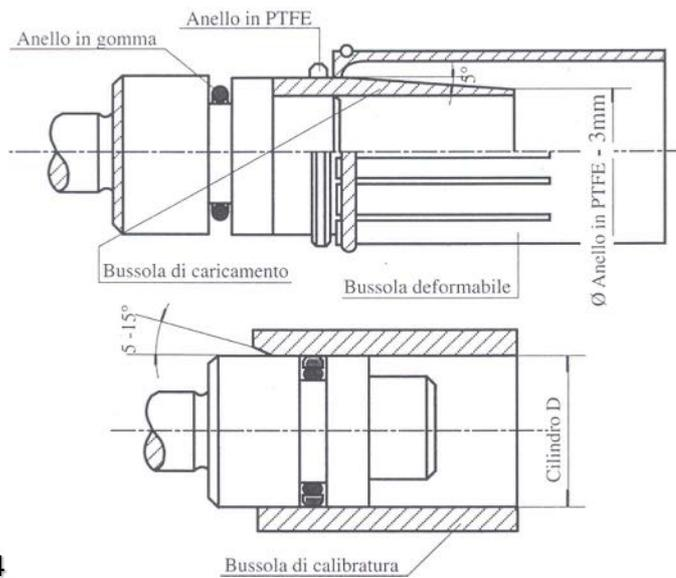

Fig. 4
- inserire l'anello in PTFE mediante bussola conica spingendo l'anello con un manicotto. Sia la bussola conica che il manicotto vanno costruiti in materiale plastico. (fig.3) inserito nella cava attendere la ricalibratura naturale del materiale, se necessario, una bussola calibrata specialmente per piccoli diametri, poi introdurre il pistone ( fig. 4 )